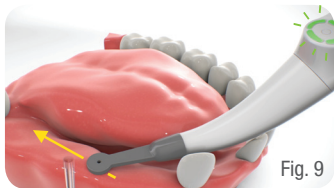

Fig. 9
6.5.2. Inserire il dispositivo nella cavità orale e posizionare il piano del sensore sopra la gengiva in prossimità della zona dove si stima essere l'impianto. Il foro del sensore deve essere posizionato all'incirca a metà dell'arcata mascellare. Muovere lentamente il sensore lungo l'arcata in direzione del punto (Fig. 9).